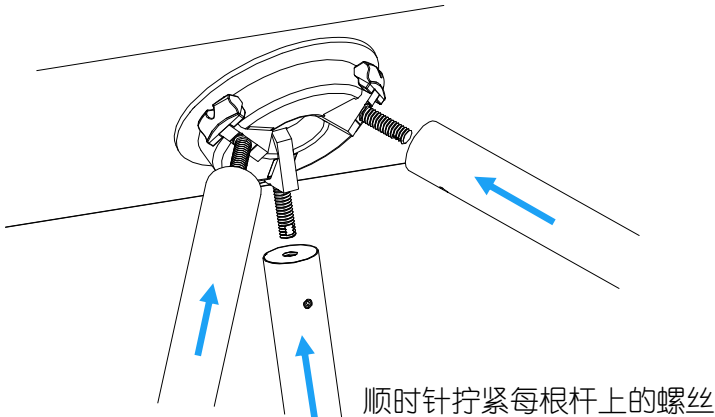

图 2-2
- ③ 将闸杆套入连杆器，使用 L 型 H3 内六角扳手锁紧每根杆中的沉头螺钉，如图 2-2 所示。